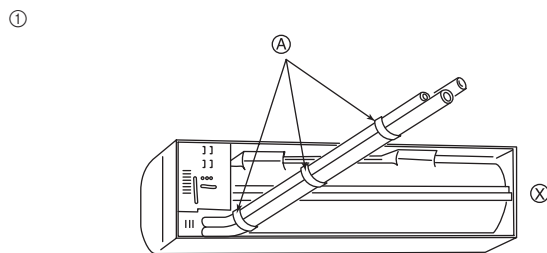

Fig. 3-4
#### ① Tuberías trasera, derecha e inferior (Fig. 3-4)